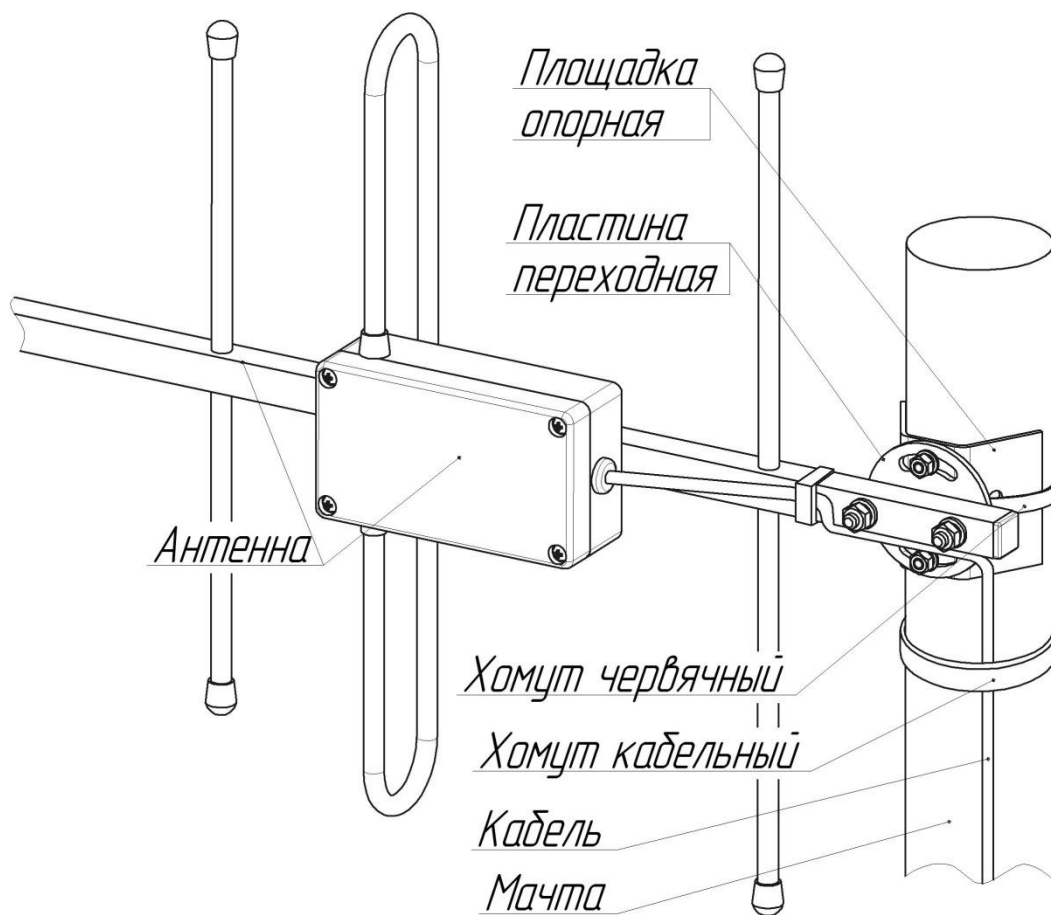

Рисунок 4 – Установка комплекта антенны АВ-433 на мачте
5.5 Закрепить кабель антенны с помощью хомутов. (Рисунок 4).